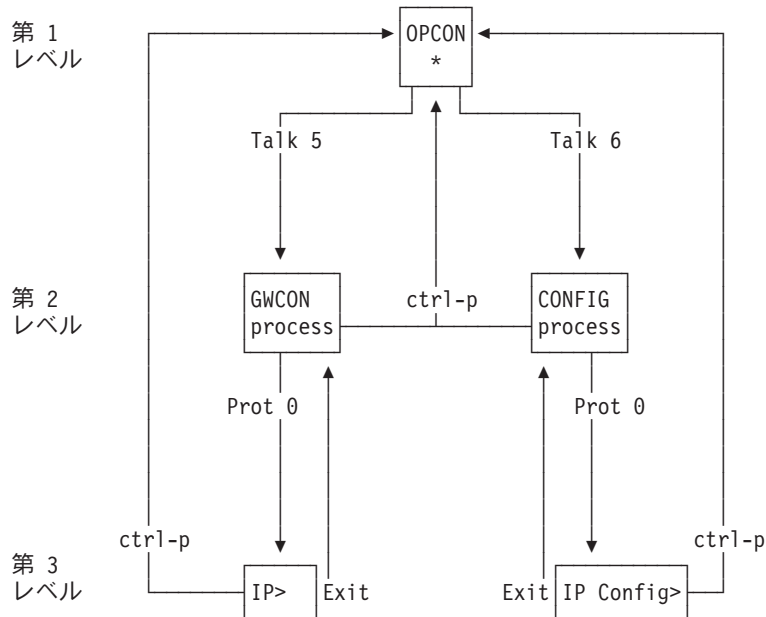

図 19. 例としてプロトコル・コマンド (Prot) を使用するコマンド行インターフェースの構造
**回答** インターフェースの構造は、34ページの図19 に示されています。